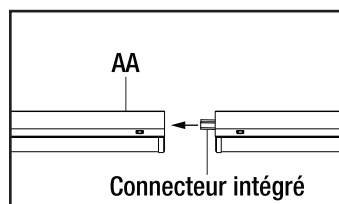

Fig. 1
- Connectez chaque luminaire supplémentaire à l'aide du câble de liaison (FF) ou de bout en bout avec le connecteur intégré sur le luminaire. Connectez-vous bout à bout avec le connecteur intégré sur le luminaire (voir Fig. 1) ou insérez le câble de liaison (FF) dans la prise située à l'extrémité de chaque corps de luminaire (AA). Lors de l'utilisation du câble de liaison (FF), la distance maximale entre deux luminaires est de 12 pouces.